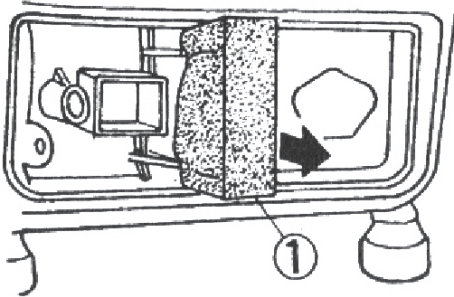

Рис.4.1
2. Вытяните на себя фильтрующий элемент воздушного фильтра (рис. 4.1).